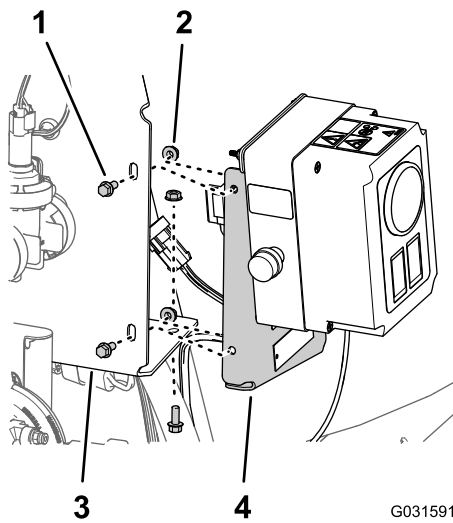

Bild 181
1. Fluchten Sie den Schlauch in der Befestigungsplatte für den Schaltkasten mit den Löchern oder Schlitz in der Verteilerbefestigung für die Sprühventile aus (Bild 181).
2. Befestigen Sie den Schaltkasten mit den drei Bundkopfschrauben (1/4" x 5/8") und drei gezahnten Bundmutter (1/4"), die Sie in Schritt 1 in Entfernen des Schaltkastens von der Verteilerbefestigung \(Seite 14\) entfernt haben, an der Verteilerbefestigung (Bild 181).